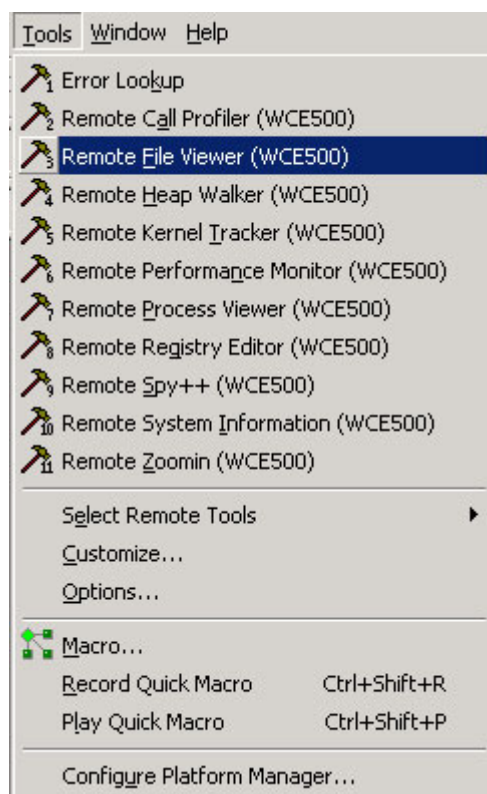

图 3-20 选择 Remote File Viewer
7、连续选择 **OK**，关掉三个对话框。然后选择 **Tools->Remote File Viewer(WCE500)**，如图 3-20 所示。